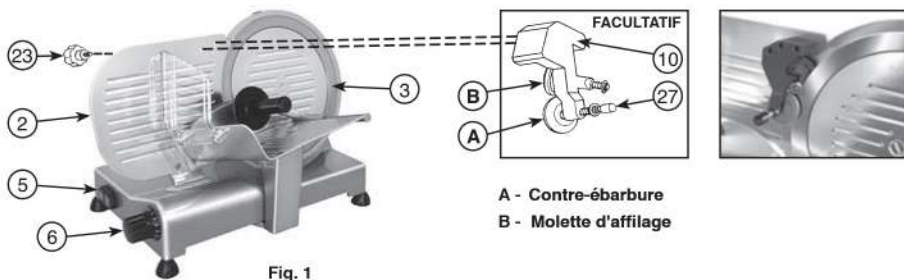

Fig. 1
- Positionner le séparateur mobile (2) à la distance maximum de la lame (3) en tournant le bouton gradué (6).
- Appliquer le bloc affuteur (10) sur le séparateur mobile (2) comme indiqué sur la fig. 1 en le bloquant sur celui-ci à l'aide de la poignée (23).
- Appuyer sur l'interrupteur actionnant le moteur (5) pour mettre en route l'affûtage automatique; si nécessaire, tourner le bouton gradué (6) jusqu'à ce que la meule affûteuse tourne avec la lame.
- Laisser aiguïser automatiquement la lame pendant environ une minute, procéder ensuite en pressant le bouton de la meule contre-bavure (27) pendant environ deux-trois secondes; ne plus exercer de pression sur le bouton et éteindre en même temps le moteur.
- Après l'affûtage, ôter l'affuteur (10) du séparateur mobile (2) et le replacer dans son logement d'origine.